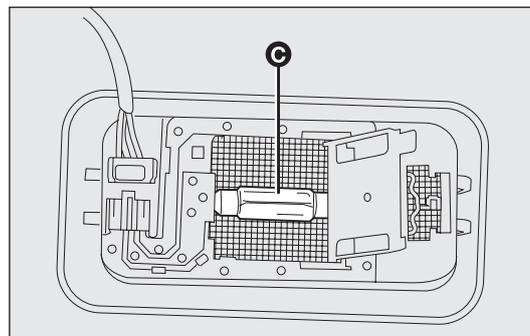

fig. 165
- sostituire la lampada C-fig. 165 svincolandola dai contatti laterali, inserire la nuova lampada accertandosi che la stessa risulti correttamente bloccata tra i contatti stessi;